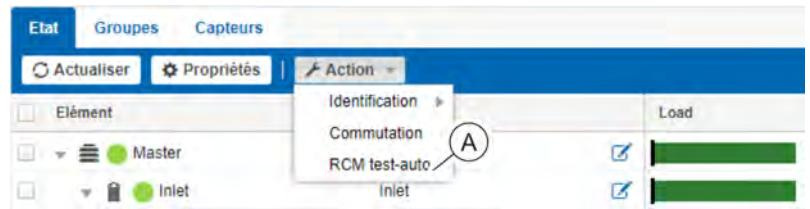

Fig. 106 : Menu « État »
2. ➔ Sélectionner l'auto-test RCM en appuyant sur « Action → RCM test-auto » (Fig. 106 /Ⓐ).